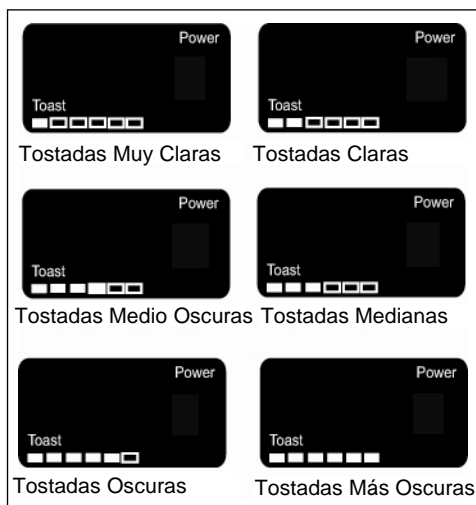

Fig. 11
4. Presione las flechas hacia arriba/abajo para seleccionar el color de las tostadas. Existen pequeños cuadrados que se encienden representando el color de las tostadas – de claro a oscuro. El ajuste inicial es tres (3) cuadrados para tostado medio. Presione las flechas hacia arriba/abajo para seleccionar el color de las tostadas. (Fig. 11)